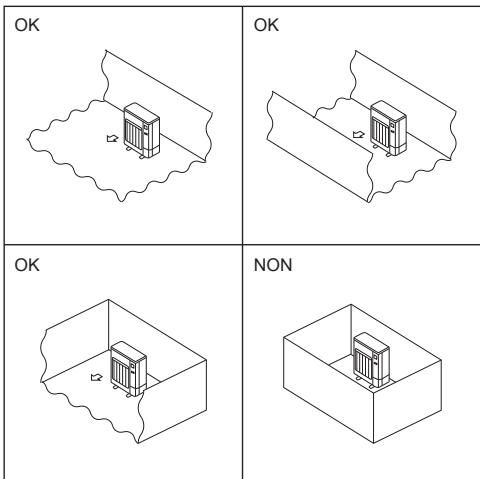

Fig. 2-2
- ④ Installer l'appareil extérieur à un endroit où l'une des quatre faces au moins est libre, et dans un espace suffisamment grand sans dépressions. (Fig. 2-2)